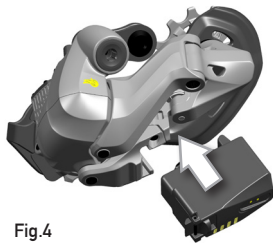

Fig.4
- Insérer la batterie dans le dérailleur arrière en la faisant coulisser du bas vers le haut (Fig.4).